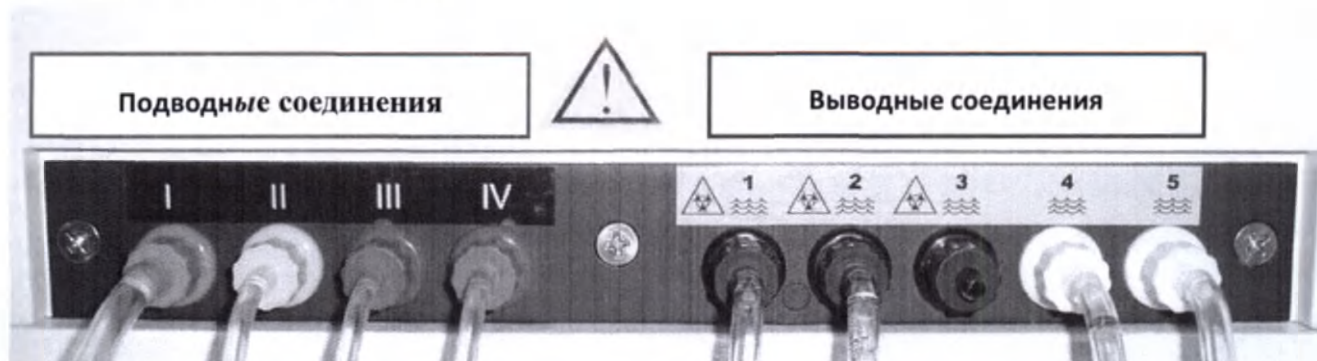

Рис. 6 – Подводные и выводные соединения
- Соедините фитинги подводных трубок с соответствующими фитингами, расположенными на задней части инструмента (подводные соединения). Подводные соединения на задней части прибора ясно помечены (**Рис. 6**). *Заметка: фитинги соединений, предназначенных для подведения, того же цвета, что и их соответствующие емкости и, также, соответственно пронумерованы.*
- Соедините фитинги выводных трубок с соответствующими фитингами, расположенными в задней части прибора (выводные соединения). Выводные (сливные) соединения четко промаркированы. Они пронумерованы (см. **рис. 6**) и должны подключаться, как показано ниже: